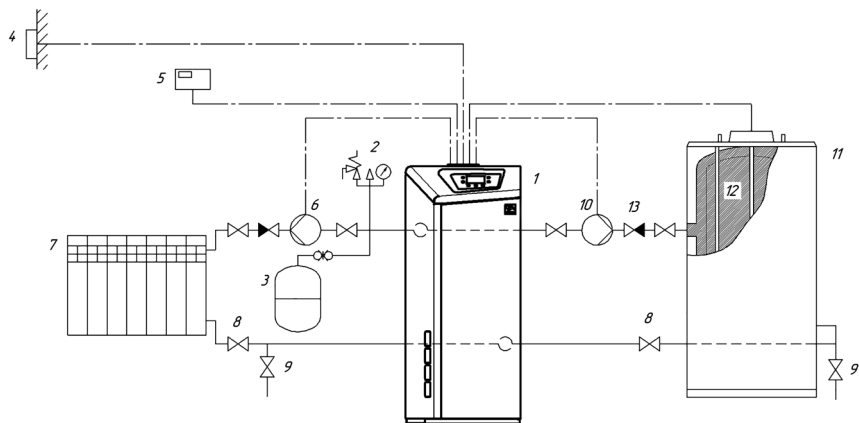

Рис. 4. Примерная гидравлическая схема подключения котла к системе отопления и бойлеру косвенного нагрева с двумя насосами*
- 6.9. Устройство дымохода, к которому подключается котел, должно соответствовать СП42-101-2003 «Общие положения по проектированию и строительству газораспределительных систем» (см. рис. 4).